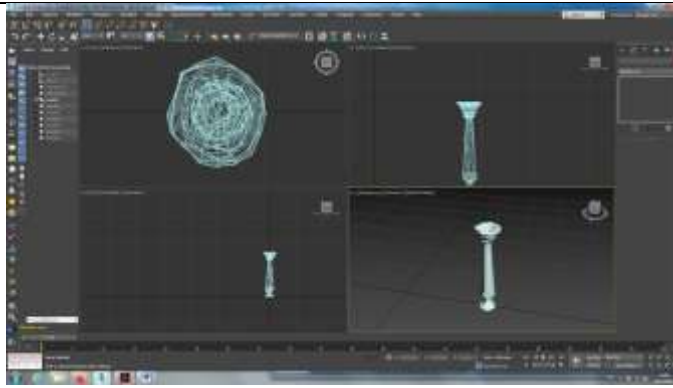

Рис. 6 - Пример использования модификатора Noise
- 5 Создать неоднородные поверхности при помощи модификатора **Noise (Шум)**. Модификатор Noise (Шум) предназначен для создания неоднородных поверхностей, что особенно важно в процессе моделирования природных ландшафтов, где форма поверхности не может быть идеально ровной (рис. 6).